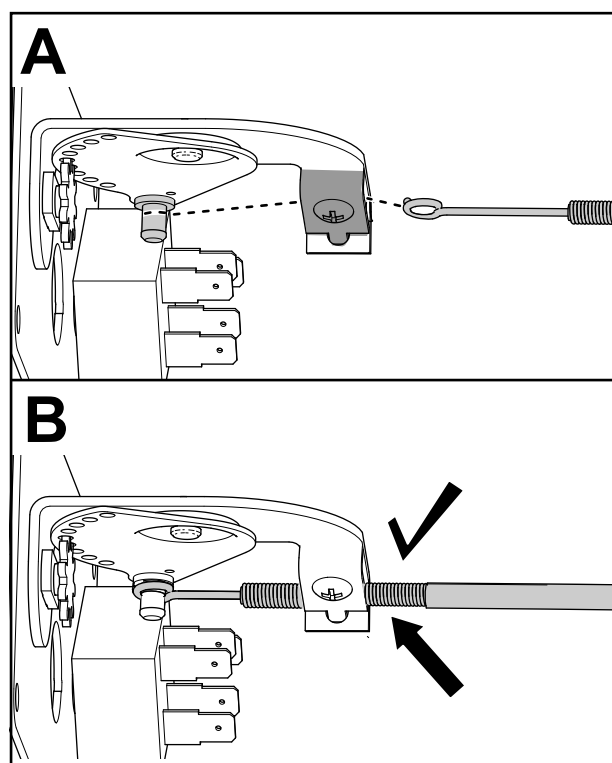

Figura 7
7. Certifique-se de que o interruptor do aquecedor está na posição média e ligue uma extremidade do cabo de controlo à parte de trás do interruptor do aquecedor (Figura 7).